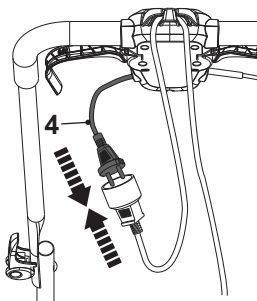

Fig. 9
3. Ligue o cabo de alimentação (4) à tomada do cabo de extensão (Fig. 9).